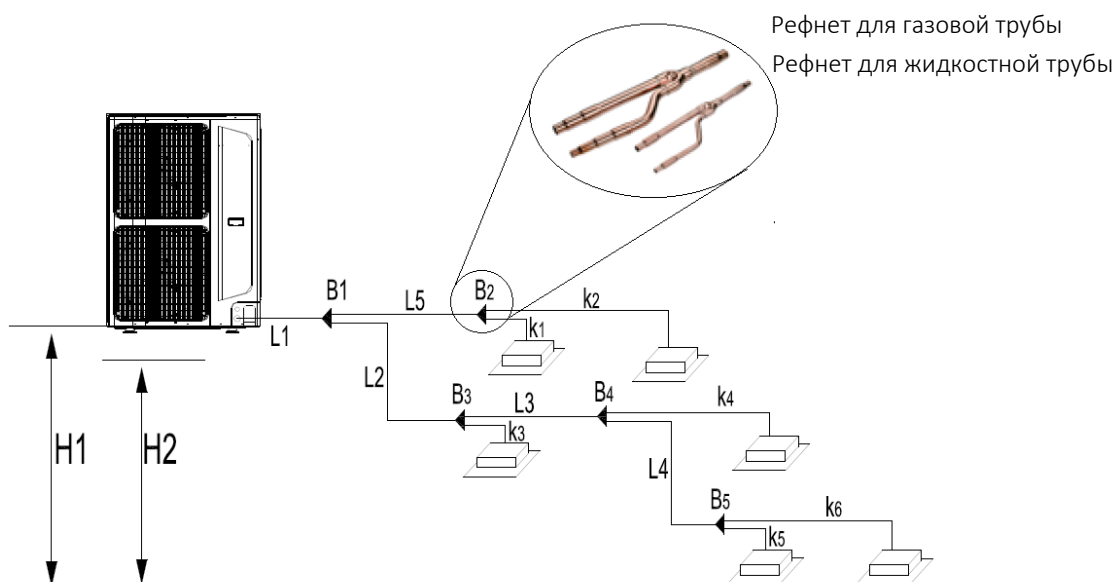

Рис.1.8
- Параметры фреонового трубопровода см. таблице 1.7 и рис.1.8.
Параметры фреонового трубопровода (см.рис.1.8)	Модель наружного блока
- Требования при взаимном расположении блоков системы (см. рис.1.8, табл.1.9)